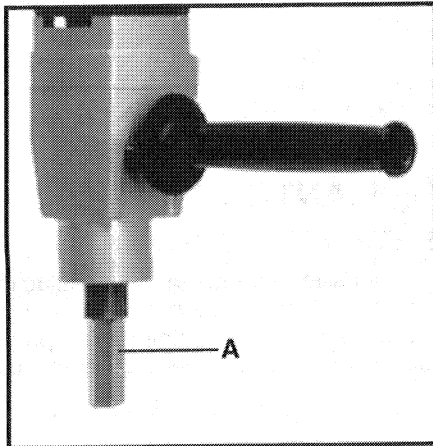

Fig. 4
El adaptador de paleta (A), Fig. 4, se enrosca en el husillo de la mezcladora. Enrosque cualquiera de los extremos del adaptador en el husillo de la mezcladora (ver la Fig. 4). Gire el adaptador en el sentido de las agujas del reloj hasta que se asiente (el funcionamiento normal de la mezcladora apretará el adaptador en el husillo de la mezcladora).